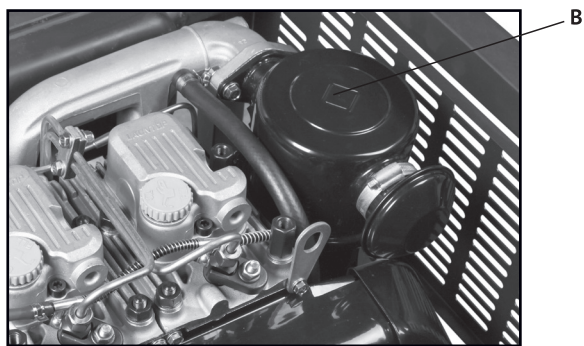

Рис. 4
- Снять крышку воздушного фильтра (Рис.4, В).